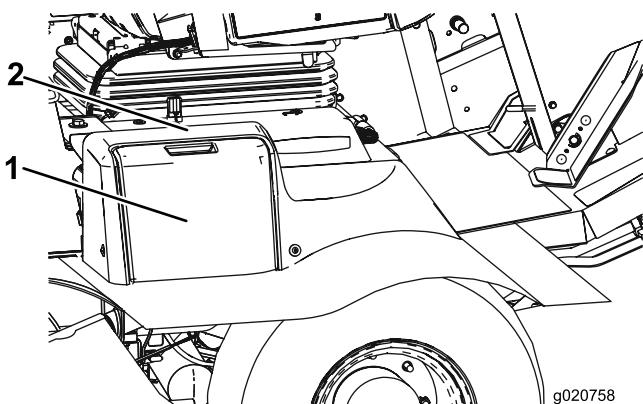

Figure 52
1. Ouvrez le couvercle de la batterie (Figure 52) sur le côté du carénage.
**Remarque:** Appuyez sur la surface plate au-dessus du couvercle de batterie pour en faciliter le retrait (Figure 52).